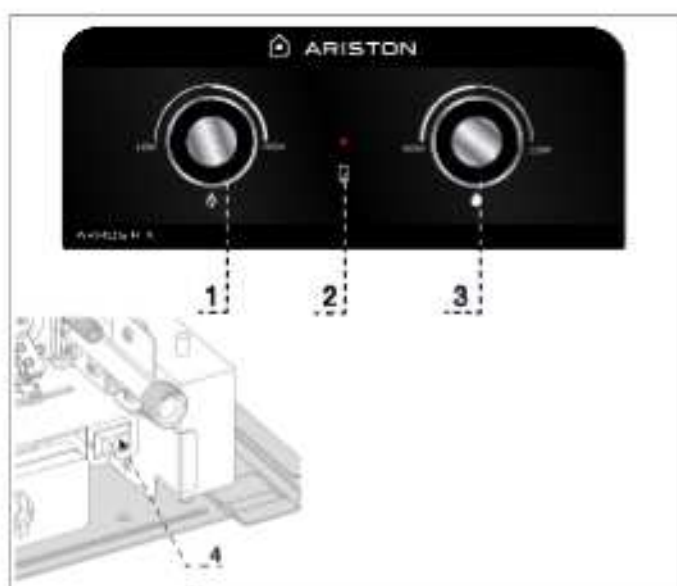

Figura 1 - Panou de control și buton Pornit/Oprit
- Porniți: apăsați butonul de pornire/oprire (vezi Figura 1 - Panoul de control și butonul On/Off nr.: 4)
- Oprire: apăsați butonul pornit/oprit (vezi Figura 1 - Panoul de control și butonul On/Off nr.: 4)
Butonul de gaz (a se vedea figura 1 - Panou de control și buton Pornit/Oprit nr.: 1) reglează puterea maximă a arzătorului. Rotirea în sensul acelor de ceasornic va crește puterea maximă a arzătorului, dacă rotirea în sensul invers acelor de ceasornic scade puterea maximă a aparatului.
Butonul de apă (vezi Figura 1 - Panou de control și buton Pornit/Oprit nr.: 2) reglează debitul maxim de apă permis să treacă prin arzător. Dacă se rotește în sensul acelor de ceasornic, se va reduce debitul maxim de apă în aparat. Dacă rotirea în sensul invers acelor de ceasornic va crește debitul maxim de apă în aparat.
Când bateriile sunt cu putere scăzută, lumina roșie a bateriei se aprinde (vezi Figura 1 - Panou de control și buton Pornit/Oprit nr.: 4). Bateriile trebuie înlocuite cu unele noi încărcate complet.